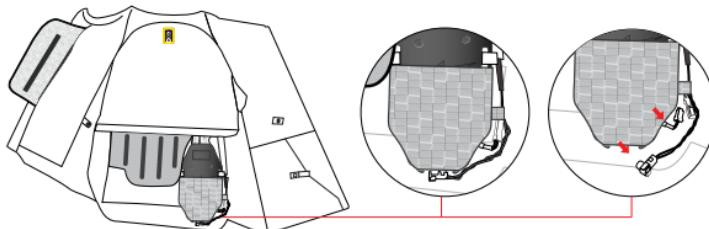

図12
2. インフレーターハウジング（4）にアクセスし、バッテリーコネクター（6）とインフレータースクイップコネクター（5）を外します（図12）。